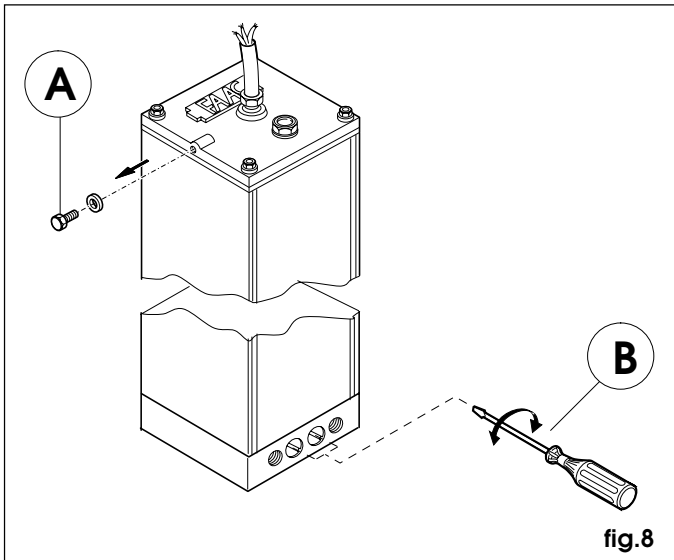

fig. 8
- 4) Quiten y conserven el tornillo de purga como se muestra en la fig.8 ref.A.
Para tarar el sistema oleodinámico de regulación de la fuerza transmitida, utilicen los dos tornillos by-pass (fig.8 ref.B).